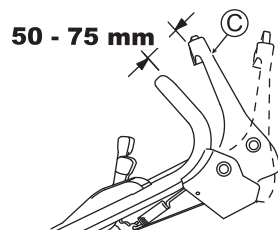

Abb. 31
Nehmen Sie die Justierung so vor, dass die Klinge sich zu drehen beginnt, wenn der Abstand zwischen dem Klingenhebel (C) und dem Griff 50 - 75 mm beträgt und der gelbe Knopf, wie in **Abb. 31** dargestellt, gedrückt ist.